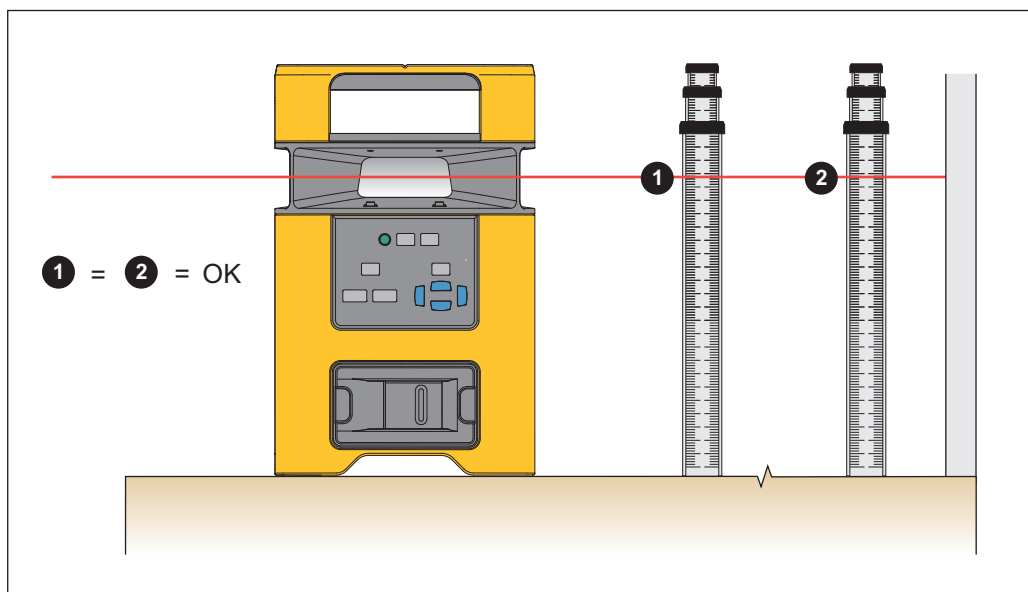

Рисунок 6. Выравнивание объекта по горизонтали
2. Измерьте расстояние от объекта до лазера. См. Рисунок 6.